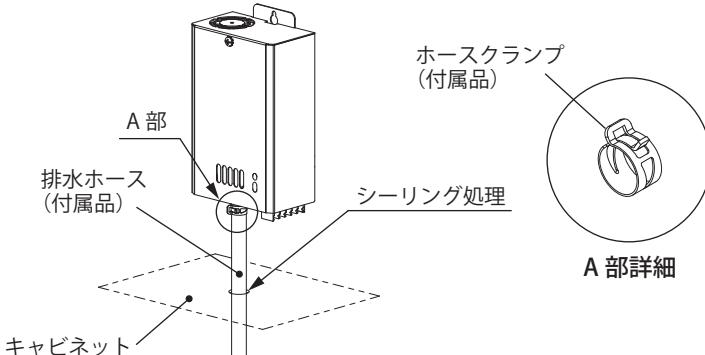

図5 排水ホースの接続
1. キャビネットに穴加工(φ13)してください。(図5)
2. 付属の排水ホースをドレンパイプに接続し、ホースクランプで確実に固定してください。(図5)
- キャビネットにあけた穴と排水ホースとの隙間は、シーリング処理をしてください。(図 5)